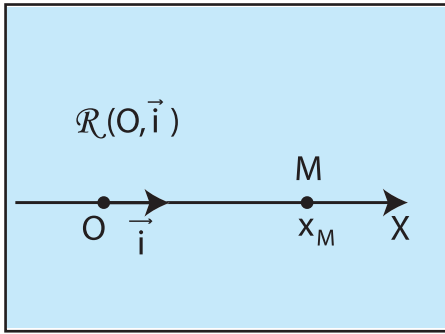

Fig.3
- soit par son abscisse x dans un repère $\mathcal{R} (O, \vec{i})$, le support de la trajectoire étant alors confondu avec l'axe du repère (Fig.3).